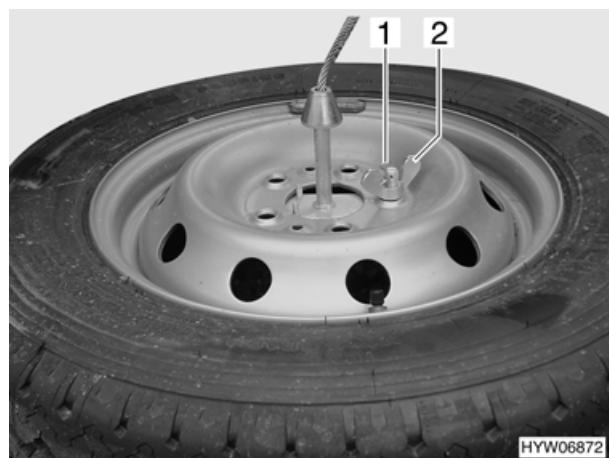

Bild 115 Ersatzrad
- Sicherungssplint (Bild 115,1) und Flügelmutter (Bild 115,2) des Ersatzradhalters lösen.